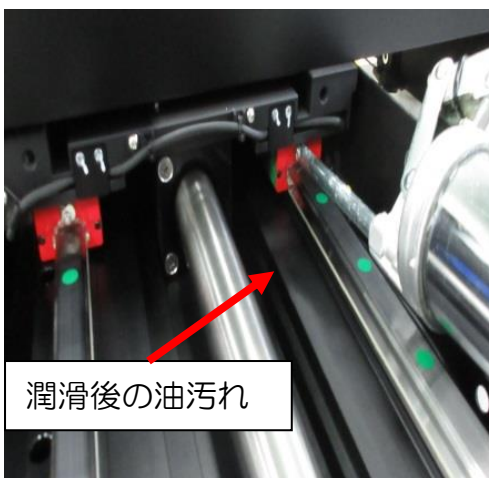

図 6
- (2) スクレーパーからグリスがあふれ出していないか確認してください。グリスがこぼれた場合は、グリスの注入を中止してください（図 6）。